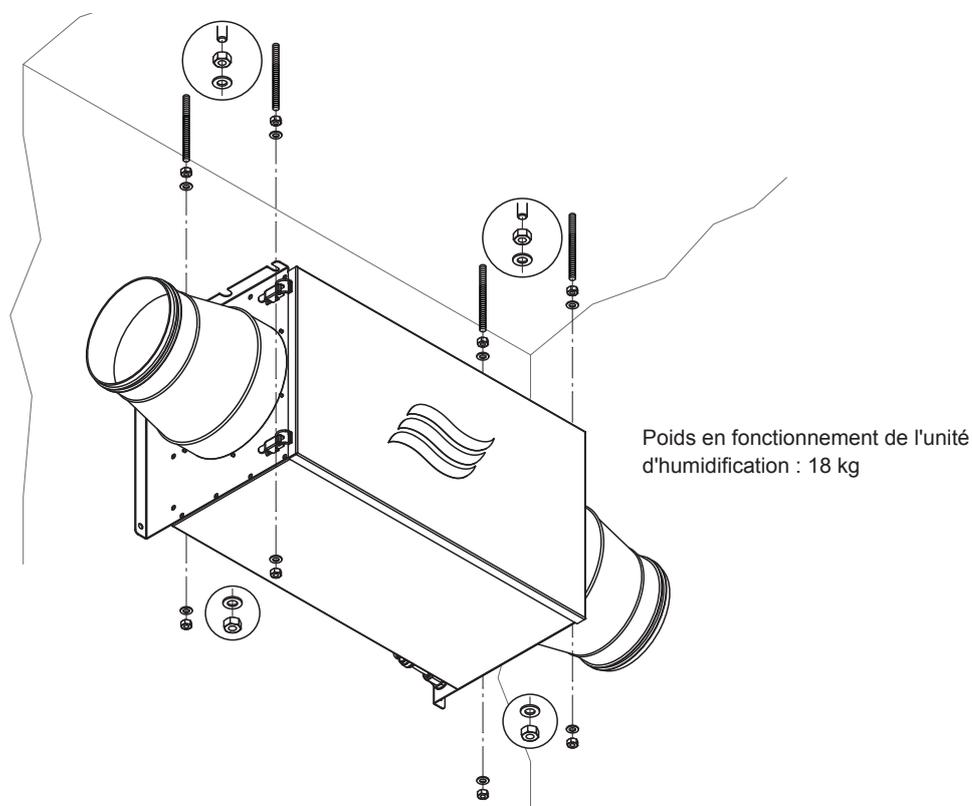

Fig. 7: Fixer le kit de prémontage aux tiges filetées
2. Fixer le kit de prémontage aux tiges filetées via des équerres avec les écrous M8 et les rondelles, comme illustré dans Fig. 7.